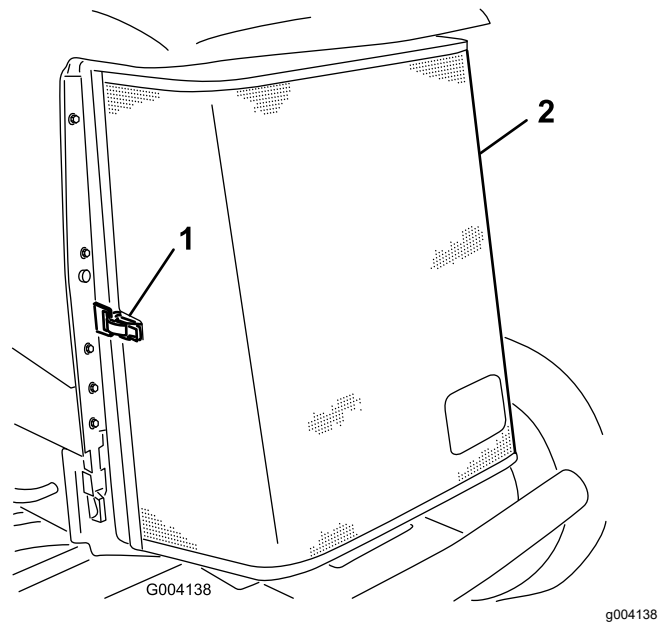

Bild 68
3. Entriegeln Sie den Riegel und drehen Sie das hintere Gitter auf (Bild 68).